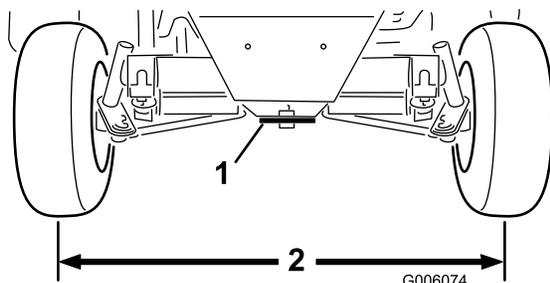

図 58
2. 両方のタイロッドのジャムナットをゆるめる。右タイヤの中心線からと左タイヤの中心線までの距離が、タイヤの前後で等しくなるように、タイロッドを回して調整する (図 58)。